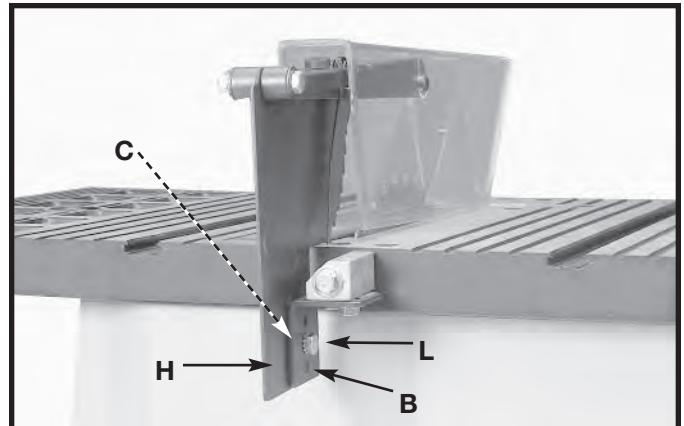

Fig. 14
- Fije el separador (H), Fig. 14, a la abrazadera del soporte del separador (B). Coloque una arandela de bloqueo de diente externo de 6,35 mm [1/4"] y una arandela plana M6.4 en un tornillo de cabeza hexagonal M6 x 1 x 20 mm (L).